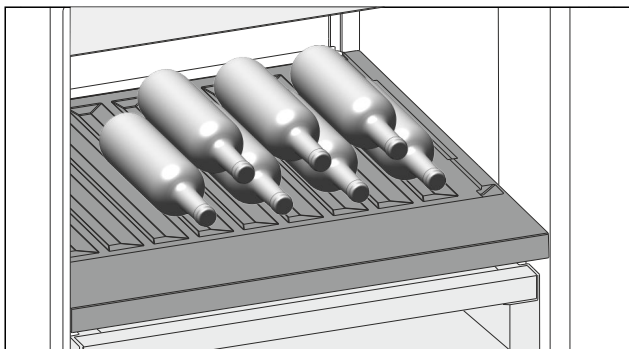

Fig. 145
- ▶ Introduceți sticlele cu fundul în spate, către peretele posterior. (vezi Fig. 145)